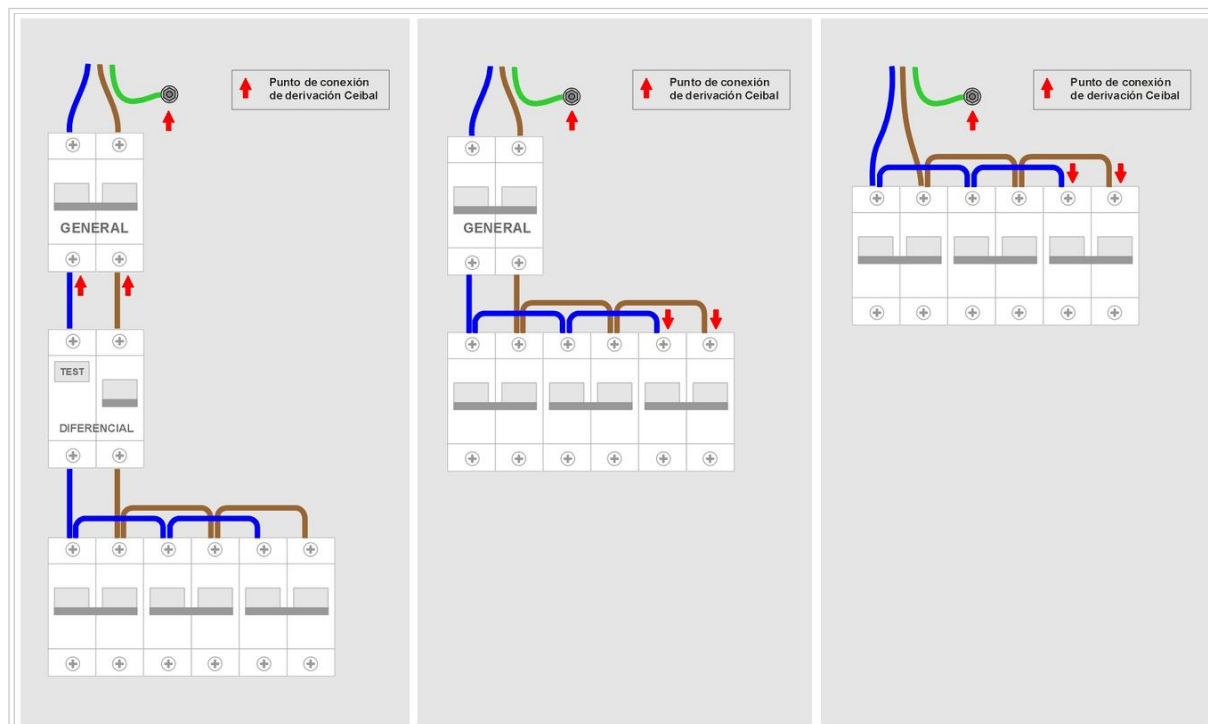

Fig. 3 - Puntos de conexión de derivación Ceibal según tipo de tablero del local.
- En las Figs. 3 y 4 se especifican los puntos de conexión de la derivación en los tableros existentes en el local.
- Dependiendo de la configuración del tablero existente en el local se determinará el punto al cual se conectará la derivación de Ceibal según se indica en Figs. 3 y 4.